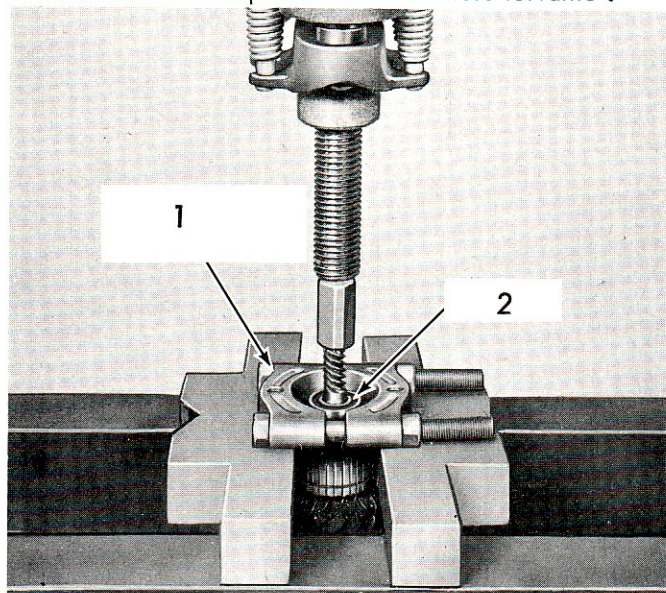

Fig. 17.
- a. Chasser le roulement d'induit côté collecteur à l'aide de l'accessoire d'extracteur N0.950 illustré Fig. 17; sortir ensuite l'entretoise de l'arbre d'induit.